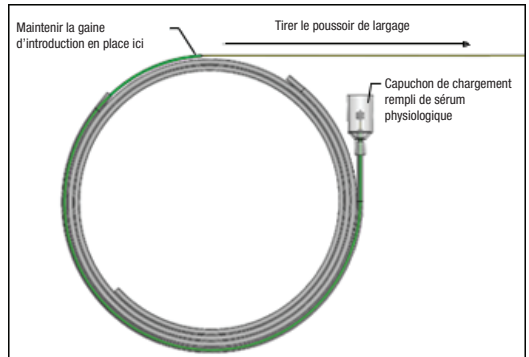

Figure 5 – Tirer le poussoir de largage dans la direction proximale pour rétracter l'implant
- En maintenant la gaine d'introduction verte d'une main, saisir le poussoir de largage et tirer doucement dans le sens proximal pour commencer à rétracter l'implant. Voir la Figure 5.